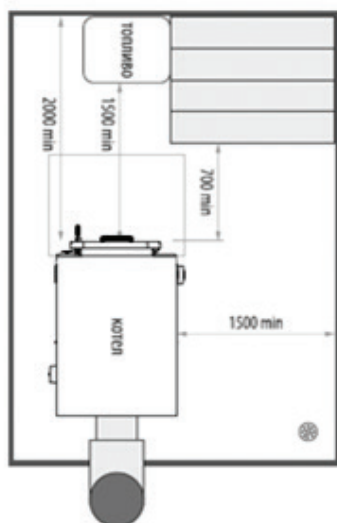

Рис. 1
* Рекомендуемые схемы подключения котла к системе дымоотведения приведены на Рис. 1